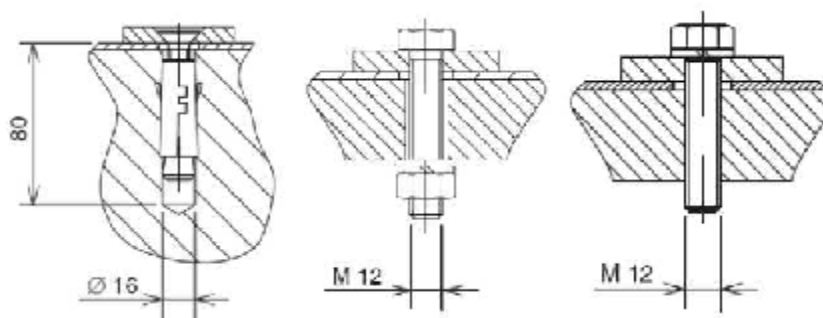

Рис. 21 Способы крепления шкафов КРУ
2.5.2.2 Прикрепить шкаф КРУ к установочной поверхности одним из способов, показанных на рис. 21, слева - металлическими анкерными болтами M12x80 к бетонному полу; по середине - через проходное отверстие в металлической конструкции болтом M12 DIN933; справа - через отверстие с резьбой в металлической конструкции болтом M12 DIN933.